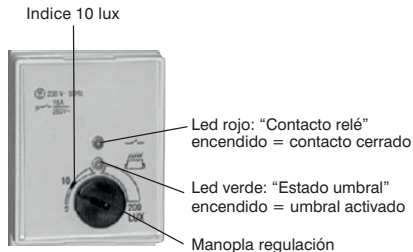

Fig. 3
Determinar el umbral de intervención deseado (de 2 a 200 LUX) actuando sobre la manopla de regulación LUX (fig. 3).
N.B. : en el frente del producto está indicada la posición correspondiente (con aproximación) al umbral de intervención 10 LUX (fig. 3).